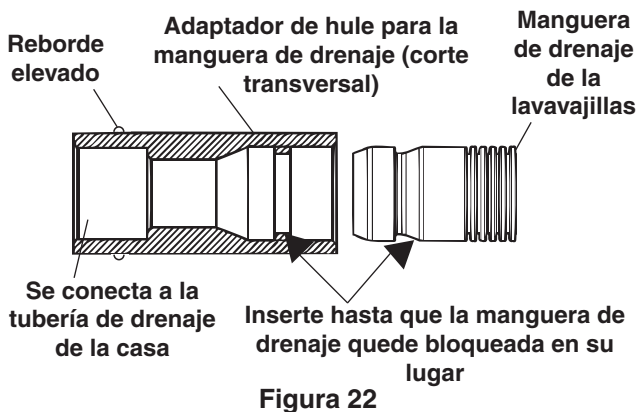

Figura 22
- 2 En un extremo exterior del adaptador de hule para la manguera de drenaje se encuentra un reborde elevado. Inserte la manguera de drenaje de la lavavajillas en el **extremo sin el reborde elevado** (vea la **Figura 22**). Asegúrese de insertar la manguera de drenaje completamente.